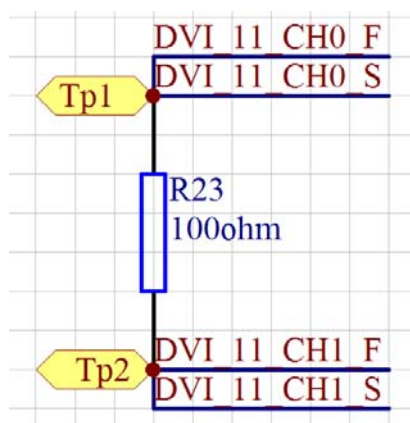

图 8.1 DVI 测试线路图
(1) 示例线路如下图 8.1:
如上图 8.1 所示, 将 100 欧姆电阻的两端分别接 DVI 的 0 通道和 1 通道, 给定适当的电流, 利用差分的方法来测电阻两端的压差, 再根据欧姆定律算出阻值。